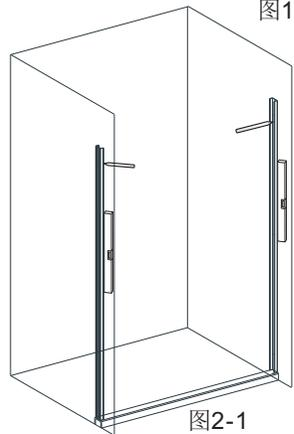
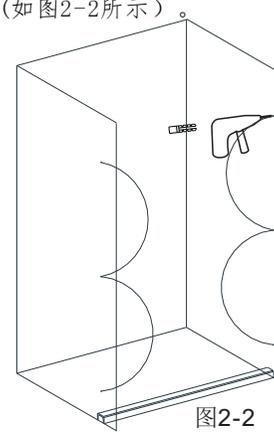

图2-1
图2-2
2. 将上墙铝材放到安装位置，用水平尺测量好垂直，画孔位线。(如图2-1所示)。打孔并打入膨胀胶粒(如图2-2所示)。